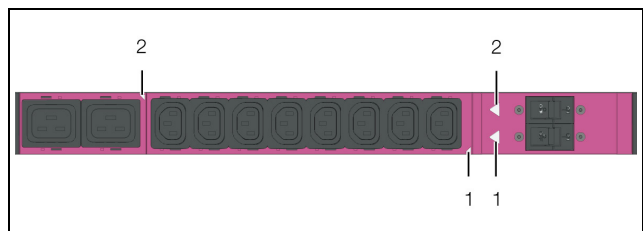

Imagen 67: Asignación de puntos de conexión para fusibles
Para la variante de PDU «32 A» se indica adicionalmente con triángulos del mismo color la asignación de los fusibles a los distintos puntos de conexión. Se considera que los triángulos que están en el mismo lado de la PDU están vinculados (ver imagen 67, pos. 1 y 2).